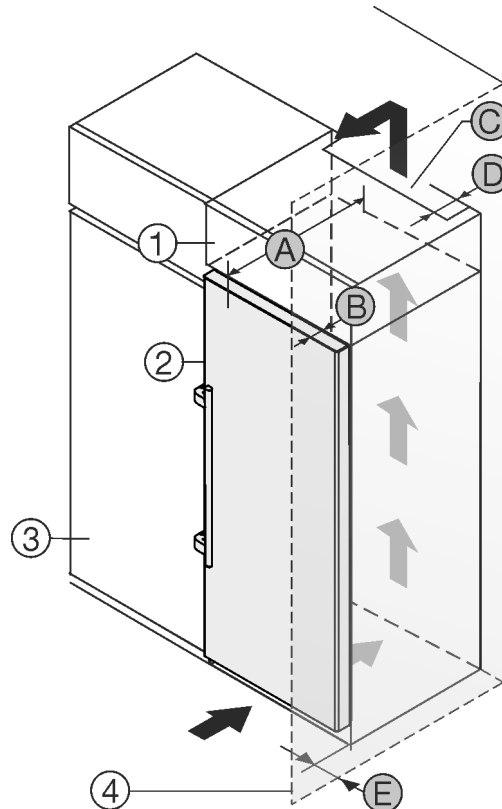

Fig. 1
- (1) Aufsatzschrank
- (2) Gerät
- (3) Küchenschrank
- (4) Wand
- (A) Gerätetiefe
- (B) Türtiefe
- (C) Belüftungsquerschnitt
- (D) Abstand Geräte-Rückseite
- (E) Abstand zur Geräte-Seite
Sie können das Gerät direkt neben dem Küchenschrank Fig. 1 (3) aufstellen.
An der Rückseite des Aufsatzschrankes muss ein Abluftschacht mit der Tiefe Fig. 1 (D) über die gesamte Aufsatzschrankbreite vorhanden sein.
Unter der Raumdecke muss der Entlüftungsquerschnitt Fig. 1 (C) eingehalten werden.
Wenn Sie das Gerät mit den Scharnieren neben einer Wand Fig. 1 (4) aufstellen, dann muss der Abstand zwischen Gerät und Wand mindestens 57 mm betragen. Dies entspricht dem Griffüberstand bei geöffneter Tür.
Damit Sie die Tür vollständig öffnen können, muss das Gerät um die Türtiefe Fig. 1 (B) gegenüber der Küchenschrankfront vorstehen. Abhängig von der Tiefe der Küchenschränke Fig. 1 (3) und Verwendung von Wandabstandshaltern kann das Gerät weiter herausragen.